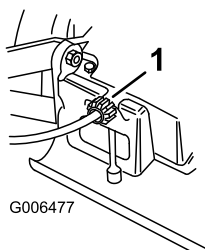

Figure 23
Si la tondeuse ne se propulse pas automatiquement ou a tendance à avancer quand la barre de commande est à **plus** de 38 mm (1,5") du guidon, réglez le bouton de réglage de la transmission à l'arrière du boîtier d'engrenages (Figure 23).
2. Tournez le bouton de commande de 1/2 tour dans le sens horaire si la tondeuse n'avance pas automatiquement. Si la tondeuse a tendance à avancer, tournez le bouton de 1/2 tour dans le sens anti-horaire pour détendre la courroie (Figure 23).